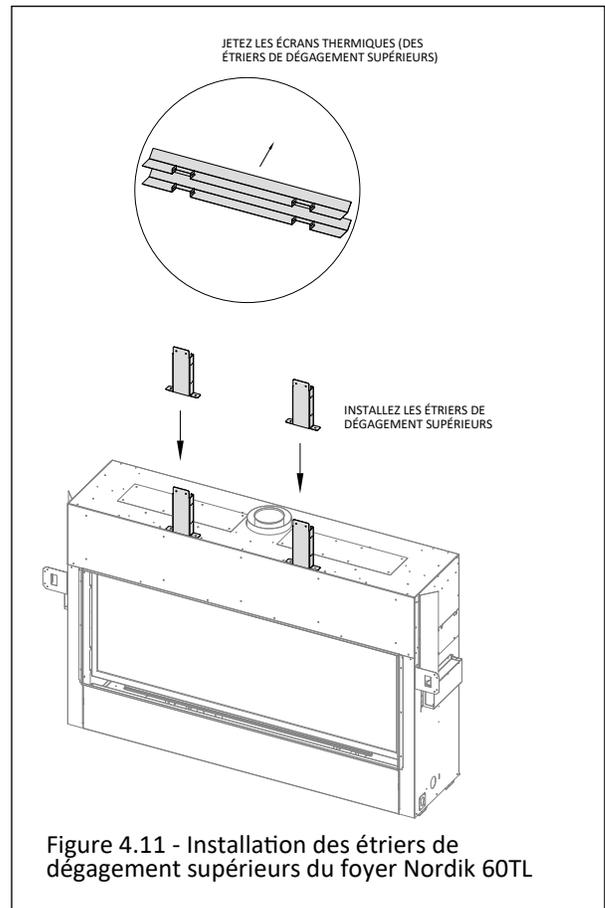

Figure 4.11 - Installation des étriers de dégagement supérieurs du foyer Nordik 60TL
7. Installez les étriers de dégagement supérieurs. Voir Figure 4.11.
8. Jetez les (2) écrans thermiques (des étriers de dégagement supérieurs).